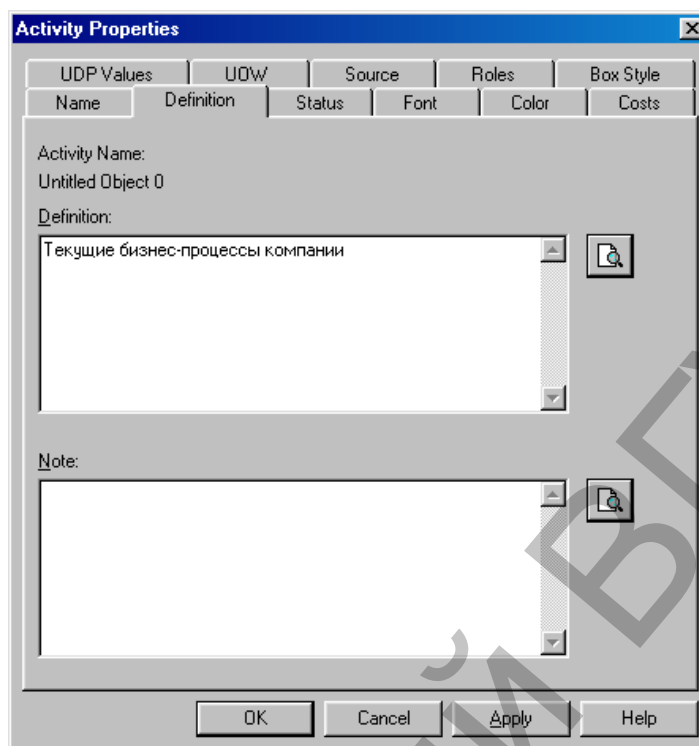

Рисунок 10
- 14 Во вкладке **Definition** диалогового окна **Activity Properties** в текстовое поле **Definition** (Определение) внесите «Текущие бизнес-процессы компании Quill» (рисунок 10). Текстовое поле **Note** (Примечания) оставьте незаполненным.